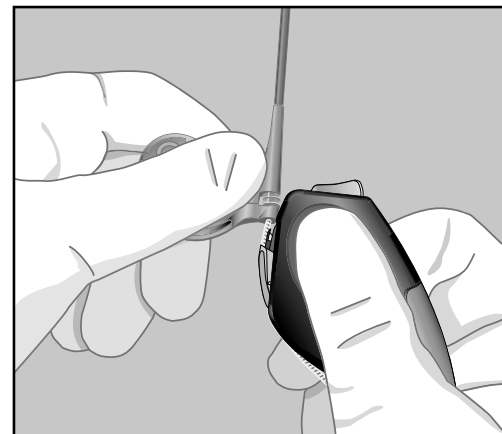

Fig. 4: Manter a ferramenta de corte no mesmo plano da manopla do cateter. Puxar o cateter paralelamente ao bordo da ferramenta de corte contra a lâmina.
**Observação:** Ao utilizar a ferramenta de corte, observar que o cateter guia seja movido em linha reta ao longo da ferramenta de corte (Fig. 4).